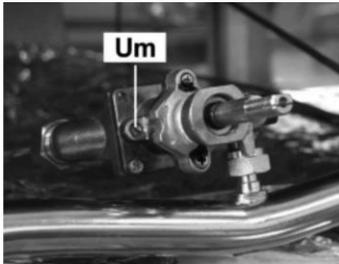

Abb. 2
4. Bauen Sie die Hauptbrennerdüse UM (Abb. 2) aus und ersetzen Sie sie durch die mit der in Tabelle 2 angegebenen Düse (im Lieferumfang enthalten).
5. Verschrauben Sie die Hauptbrennerdüse UM (Abb. 2) wieder fest.